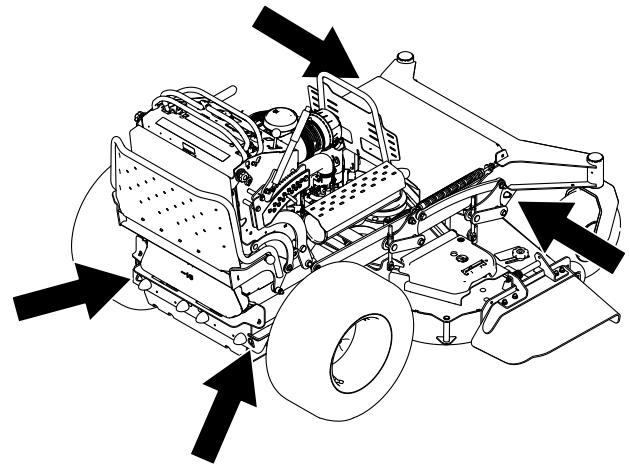

Figura 31
7. Amarre la máquina cerca de las ruedas giratorias delanteras o los orificios del bastidor delantero, y junto a los orificios del parachoques trasero con correas, cadenas, cables o cuerdas (Figura 31). Consulte la normativa local respecto a los requisitos de amarre.